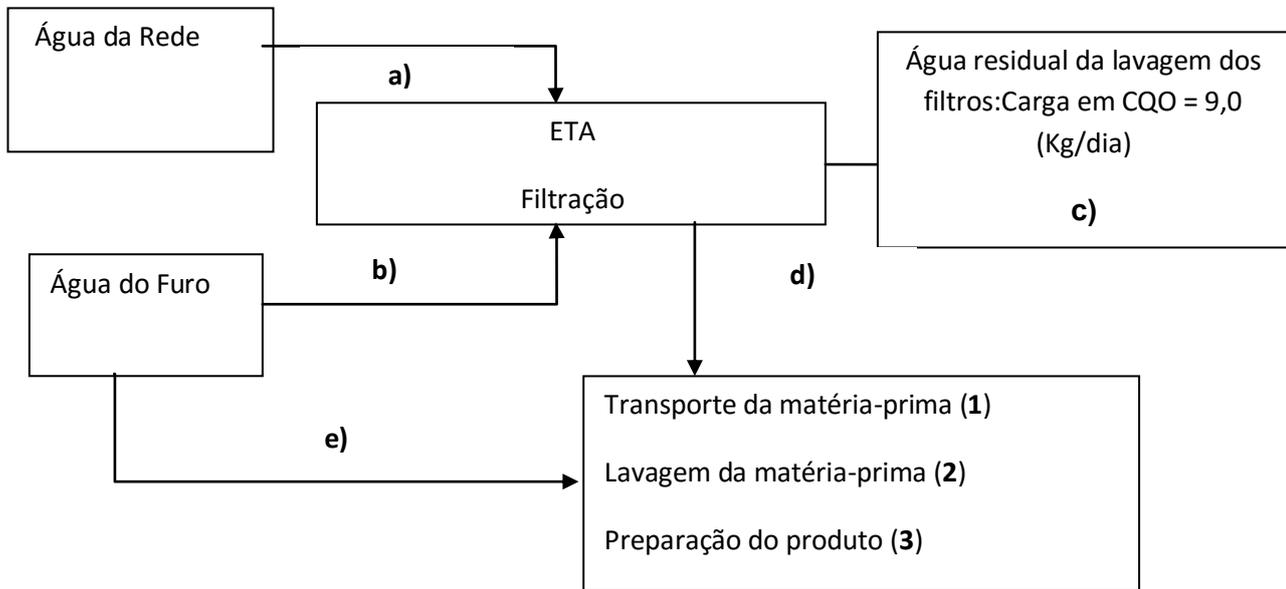

Figura 1 – Fluxograma do ciclo da água na unidade industrial
Na Figura 1 apresenta-se o fluxograma do ciclo da água na unidade industrial em estudo. As letras de a) a e) indicam os fluxos parciais de água.
A partir da análise da Figura 1 e das Tabelas I e II complete:
- h) Indique o caudal (m³/dia) de cada um dos fluxos de água de entrada nos processos unitários assinalados com a numeração de **1 a 5** (Figura 1).